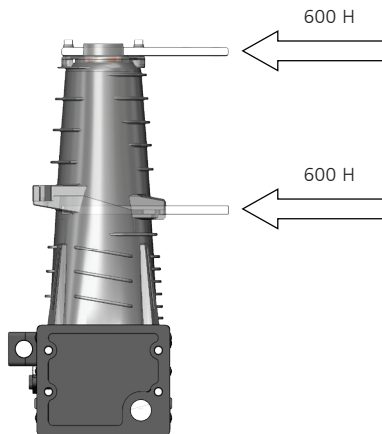

Рисунок 12 – Максимальное допустимое усилие
– Максимальные нормируемые значения статических усилий создаваемых ошиновкой вакуумных выключателей составляет не более 600 Н (рис.12);